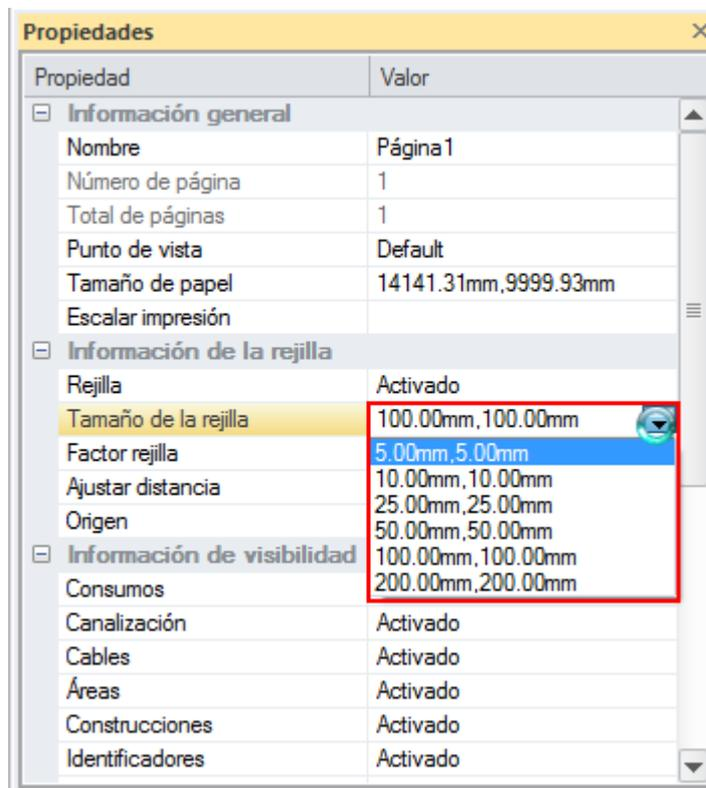

Fig. 14.
- Configure el valor de su paso dependiendo de los valores predefinidos o introduciendo el valor deseado en la rúbrica "**Tamaño de la rejilla**" (Fig.14).